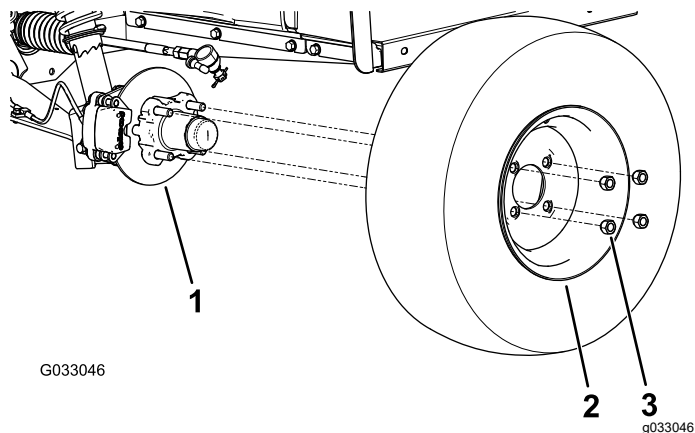

Рисунок 25
2. Отверните 4 зажимные гайки, которые крепят каждое колесо к ступице (Рисунок 25).
4. Совместите отверстия в колесе со шпильками в ступице и установите колесо на ступицу так, чтобы вентиль шины был направлен наружу (Рисунок 25).
5. Закрепите колесо на ступице с помощью зажимных гаек (Рисунок 25).